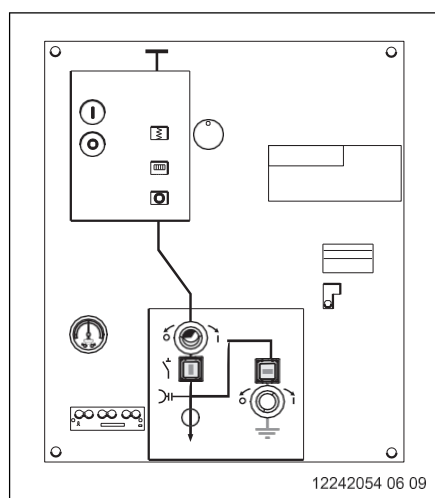

Fig. 14
- Scoateți capacul panoului de comandă. Faceți acest lucru prin îndepărtarea celor 4 șuruburi de fixare și ridicați capacul panoului de comandă de pe panoul întrerupătorului (Fig. 14).